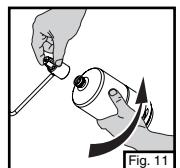

Fig. 11
■ Quite la tapa de plástico de la parte de arriba de la botella de propano y enrosque la botella de propano en el regulador apretándola a mano. (Fig. 11)